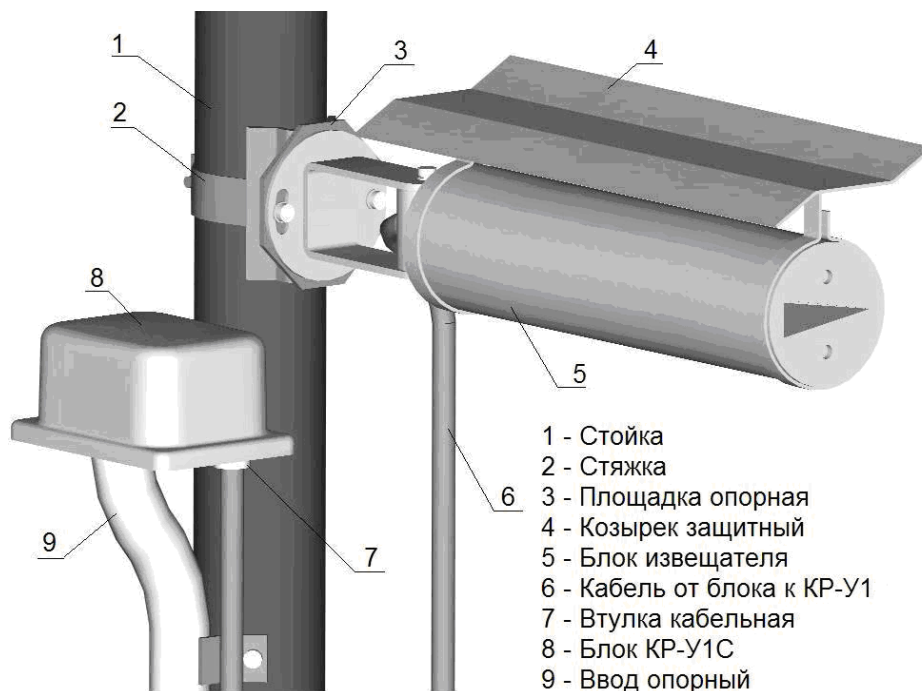

Рисунок 1 – Установка ПРМ (ПРД) и КР-У1 на стойке
- создание непрерывной зоны обнаружения (как на прямолинейных, так и на угловых участках ЗГР) обеспечивается за счет формирования зон перекрытия (рис. 1);